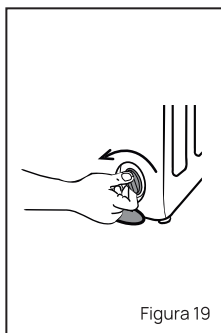

Figura 19
- Desenrosque la tapa en sentido antihorario hasta su liberación. Ver figura 19